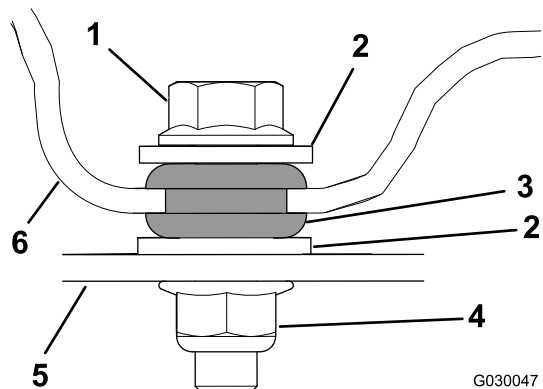

Figura 6
3. Prenda a cobertura com quatro parafusos de cabeça flangeada, oito anilhas e quatro porcas flangeadas (Figura 6).